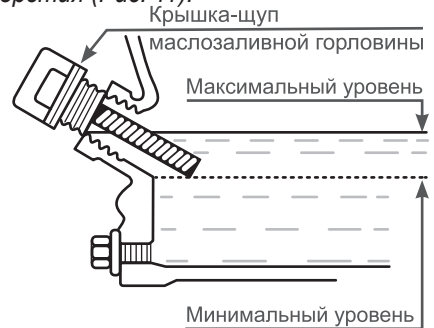

Рис. 11. Проверка уровня масла в картере
Максимальный уровень масла в картере соответствует нижней кромке заливного отверстия (Рис. 11).
7. При недостаточном уровне масла в картере необходимо долить чистое масло до верхней отметки на щупе, что соответствует нижней кромке заливного отверстия (Рис. 11).